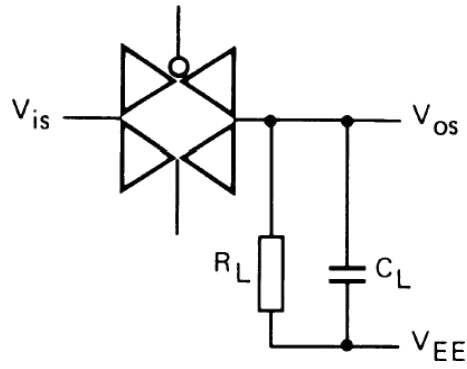

图 4
4.  $R_L=10K\Omega$ ;  $C_L=15pF$ ; 通道开;  $V_{is}=V_{DD} (P-P) / 2$ (正弦波, 在  $V_{DD}/2$  处对称),  $f_{is}=1KHz$ ; 如图 4 所示
7.  $R_L=1K\Omega$ ;  $C_L=5pF$ ; 通道关;  $V_{is}=V_{DD} (P-P) / 2$ (正弦波, 在  $V_{DD}/2$  处对称);  $20lg(V_{os}/V_{is})=-50dB$ ; 如图 4 所示
8.  $R_L=1K\Omega$ ;  $C_L=5pF$ ; 通道开;  $V_{is}=V_{DD} (P-P) / 2$ (正弦波, 在  $V_{DD}/2$  处对称);  $20lg(V_{os}/V_{is})=-3dB$ ; 如图 4 所示